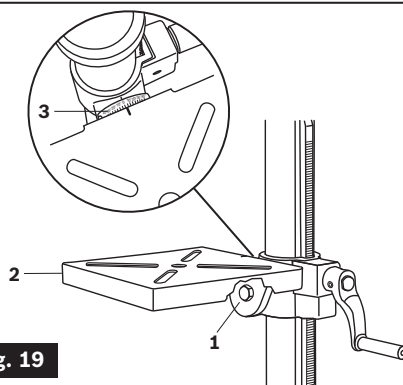

Fig. 19
### Para inclinar a mesa (Fig. 19)
1. Suba o baje la mesa aflojando el mango de fijación de la columna (1) y girando el mango de manivela (2) hasta que la mesa esté a la altura deseada.
2. Apriete el mango de fijación de la mesa (1) antes de taladrar.
3. Gire la mesa alrededor de la columna aflojando el mango de fijación de la columna (1) y girando la mesa alrededor de la columna hasta la posición deseada.
**Para inclinar la mesa (fig. 19)**
1. Afloje el perno de fijación de bisel (1) con una llave de tuerca.
2. Incline la mesa (2) hasta el ángulo deseado, utilizando la escala de bisel (3) como guía básica.
3. Reapriete el perno de fijación de bisel (1).
4. Para devolver la mesa a su posición original, afloje el perno de fijación de bisel. Realinee la escala de bisel (3) con el ajuste de 0°.
5. Apriete el perno de fijación de bisel (1) con la llave de tuerca.
1. Raise or lower the table by loosening the column lock handle (1) and turning the crank handle (2) until the table is at the desired height.
2. Tighten the table lock handle (1) before drilling.
3. Rotate the table around the column by loosening the column lock handle (1) and turning the table around the column to the desired position.
**To tilt the table (fig. 19)**